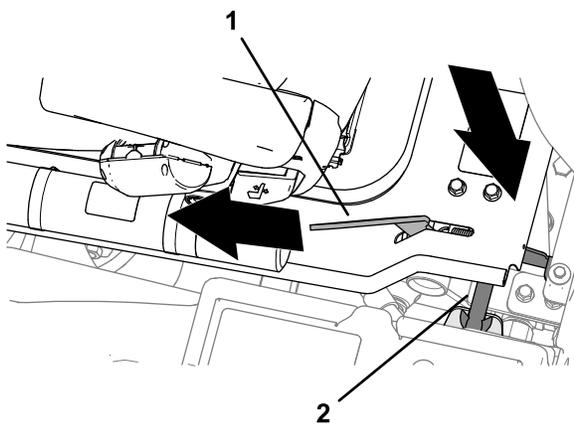

Figura 45
2. Quando a plataforma se aproxima da posição totalmente descida, mova o manípulo de fecho da plataforma (Figura 45) para a frente da máquina.